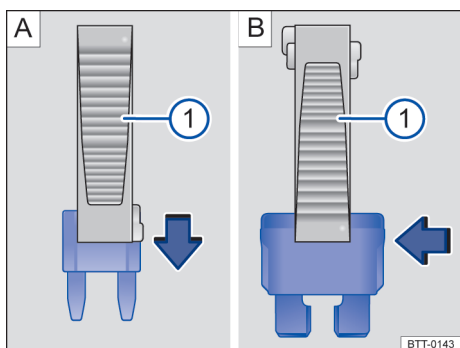

Fig. 138 Remover ou instalar um fusível com a garra da pinça de plástico ①.
- Se necessário, retirar a pinça de plástico → Fig. 138 ① do suporte. O suporte se encontra na parte traseira da caixa de fusíveis perto da tomada de conexão para diagnóstico.
- Em caso de *fusíveis pequenos*, encaixar a garra ① por cima → Fig. 138 A.
- Em caso de *fusíveis maiores*, empurrar a garra ① lateralmente sobre o fusível → Fig. 138 B.